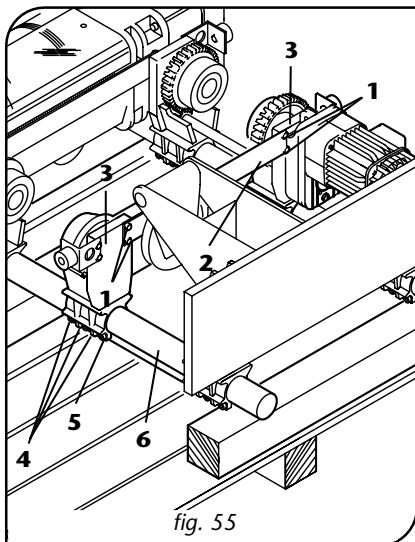

fig. 55
16. Serrare i dadi autobloccanti -4- delle staffe -5- (fig. 55) applicando, con chiave dinamometrica, la coppia di serraggio prevista in tabella (fig. 56).